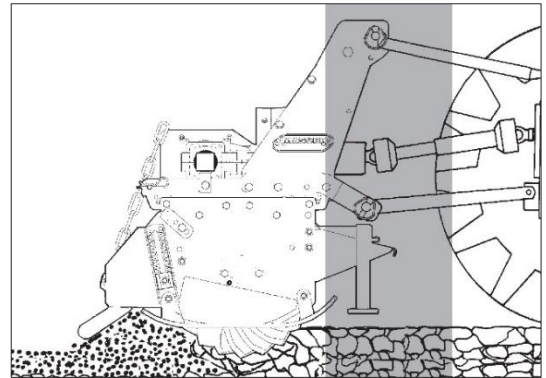

図 3
- 5) 外側からロアリンク昇降制御を操作する際、トラクターとリンケージとの間に入ることは絶対にしないでください。(図3)
- 6) エンジンが動いている状態で、トラクターと本機との間(図3)に入ることは絶対にしないでください。手動ブレーキを掛け、適切な大きさの固定用車輪止めや角材をホイールの下に置いた後、初めてトラクターと本機との間での作業が可能になります。